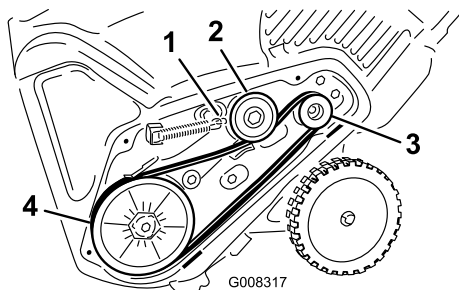

**Figure 38**
1. Enlevez le couvercle de la courroie d'entraînement après avoir retiré les 3 boulons comme illustré (Figure 38).
2. Décrochez le ressort de frein du bras de la poulie de tension pour détendre la courroie (Figure 38).
3. Enlevez la vis et la rondelle bombée qui retiennent la poulie de rotor (Figure 38).
4. Retirez la poulie de rotor et la courroie d'entraînement (Figure 38).
**Remarque:** Acheminez la courroie neuve autour de la poulie du moteur, puis de la poulie de tension, et enfin autour de la poulie de rotor desserrée, située juste au-dessus de l'arbre de rotor (Figure 38).
- Montez la poulie de rotor sur l'arbre de rotor (Figure 38).
- Montez la rondelle bombée et le boulon de fixation de la poulie de rotor, et serrez-les solidement (Figure 38).